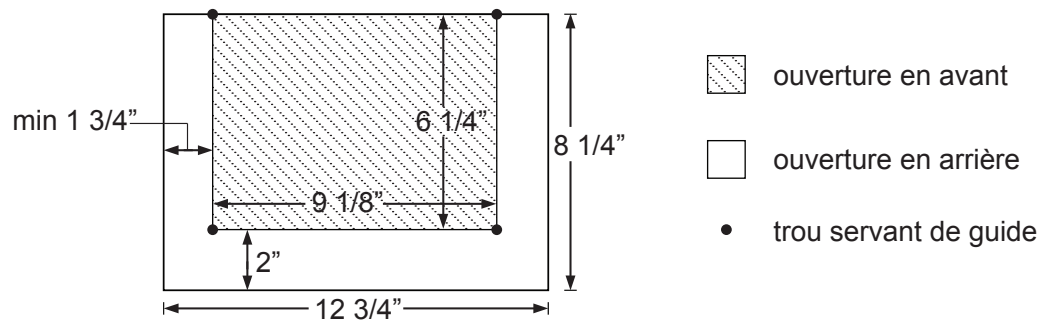

Fig. 14b
14.1 Une distance minimum de deux pieds séparant le module de distribution du plafond et des murs adjacents est requise. Une distance minimum de 3 pieds en face de la grille murale est également requise. Il faut donc mesurer un rectangle de 9 1/8" en largeur par 6 1/4" en hauteur. Le rectangle doit être à niveau avec le plancher. Percer ensuite un petit trou servant de guide à travers le mur pour chaque coin du rectangle. À l'aide d'une scie, couper le rectangle de coin à coin. ATTENTION: Assurez-vous de ne pas couper à travers des connexions de plomberie ou d'électricité. Voir figure 14b.